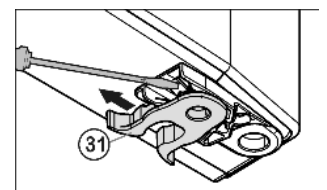

Fig. 11
- ▶ Spaustuko Fig. 11 (31) perkėlimas: įspauskite noselę, per ją ištraukite spaustuką.